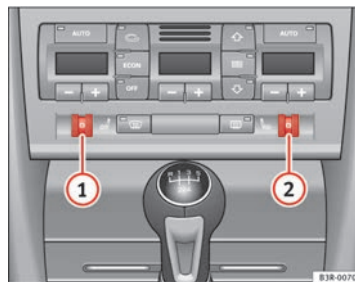

Abb. 132 Ausschnitt aus der Instrumententafel: Rändelräder der Sitzheizung
Drehen Sie am Rändelrad ① bzw. ② ⇒ Abb. 132, um die Sitzheizung auf Fahrer- bzw. auf Beifahrerseite einzuschalten und zu regulieren.